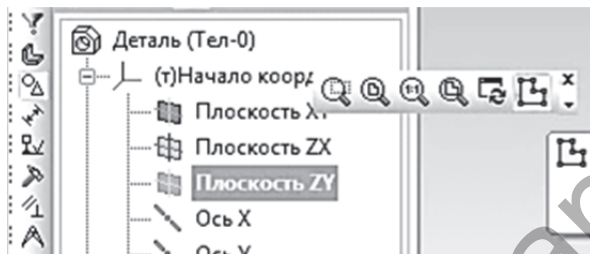

Рисунок 11.3
3. В дереве модели выберите вариант «Плоскость ZY». Щёлкните на кнопке «Эскиз» на панели «Текущее состояние» (рис. 11.3). Плоскость ZY станет параллельной экрану.